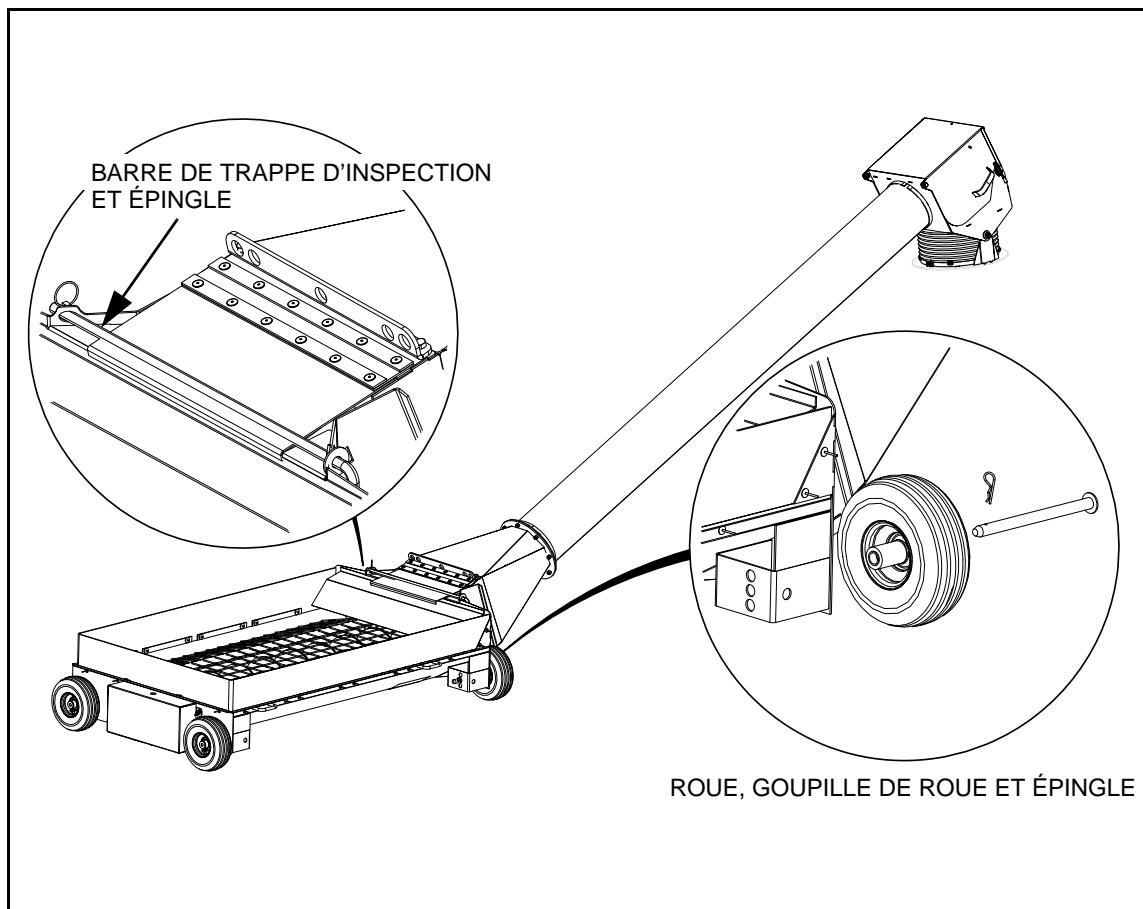

Figure 3.38 Installation des roues, de la barre de trappe d'inspection et du support d'attache de câble de la trémie
7. Fixer les quatre roues pleines aux quatre coins de la trémie à l'aide des clavettes d'essieu et des goupilles fendues. Il existe trois niveaux de réglage (Figure 3.38) pour répondre aux préférences de l'utilisateur.